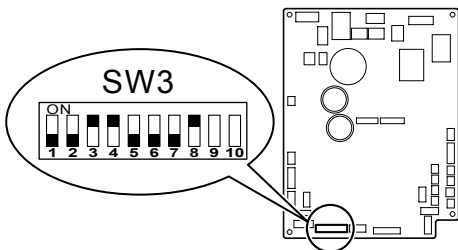

Fig. 6-2
6.2. Gömülmüş iç ünitenin ayarlanması (yapılmalıdır) (Fig. 6-2)